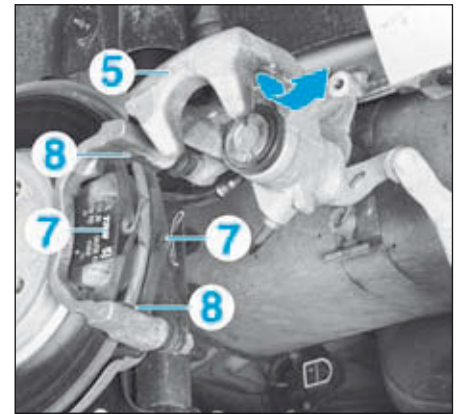

FIG.17
- Basculer l'étrier (5) (Fig.17).
- les plaquettes (7),
- les cales antibruit (8).